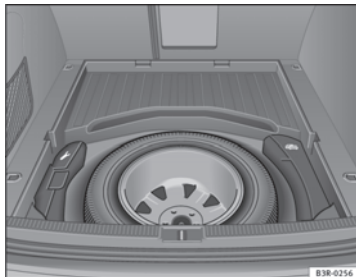

Fig. 192 Roue de secours en acier
- Dévissez la molette ⇒ fig. 192 en la tournant dans le sens inverse des aiguilles d'une montre.